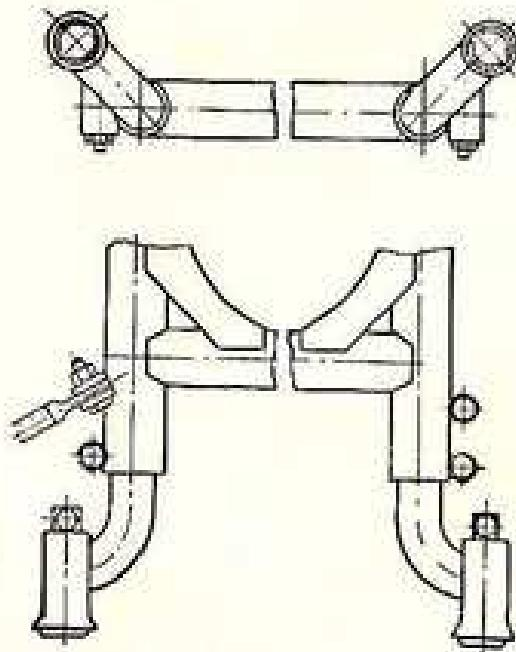

Рис. 32. СХЕМА КРЕПЛЕНИЯ КРОНШТЕИНОВ НА РАМЕ БОКОВОГО ПРИЦЕПА
2. Установить на раму бокового прицепа шаровые зажимы, как показано на рис. 32, и предварительно закрепить их.